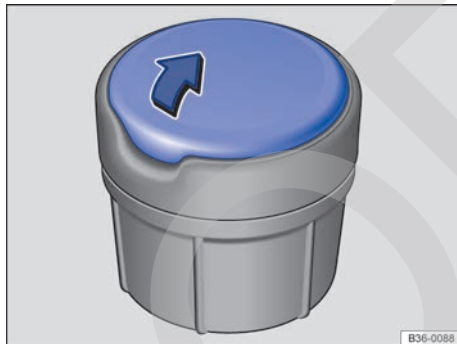

Fig. 221 Cenicero portátil.
- Para *abrir* el cenicero, levante la tapa del mismo → *fig. 221* en el sentido de la flecha.